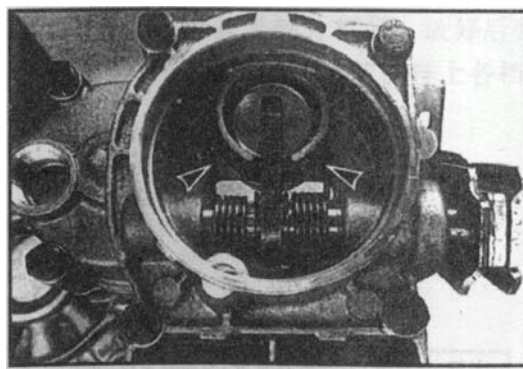

图 4-48 安装离合器分离指
- (1) 油封表面涂上润滑脂，用专用工具将油封压入。
- (2) 安装离合器分离指如图 4-48 所示位置。再安装分离轴、弹簧、卡子。弹簧安装时，如图 4-48 所示位置。